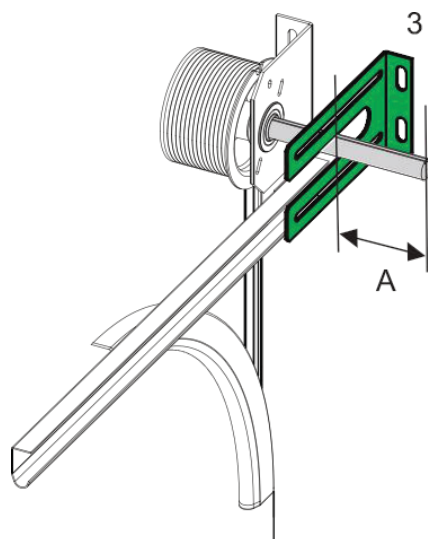

Fig. 1
Installez le transmetteur de couple (3) comme représenté dans la fig. 1. Assurez-vous que l'arbre d'entraînement de la porte peut pénétrer sur au moins 135 mm (cote A) dans la motorisation de porte à installer.